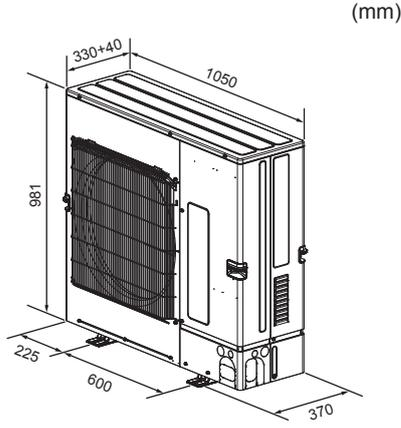

Fig. 2-3
2.3. Dış ölçüler (Dış ünite) (Fig. 2-3)